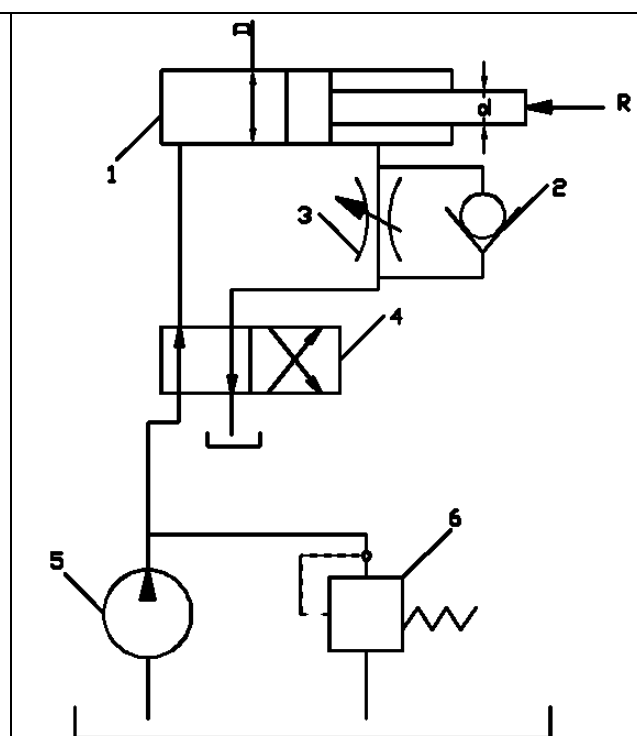

Рисунок 6
6. В объемном гидроприводе (рис. 6) насос 5 развивает давление  $p_n = 6$  МПа и постоянную подачу  $Q_n = 24$  л/мин. Уплотнение поршня диаметром  $D = 100$  мм и штока диаметром  $d = 40$  мм в гидроцилиндре 1 манжетное. Пренебрегая утечками масла в обратном гидроклапане 2 и гидрораспределителе 4, определить минимальное и максимальное значения потери мощности из-за слива масла через переливной гидроклапан 6, если расход масла через гидродроссель 3 настраивается в пределах от 4 до 20 л/мин.